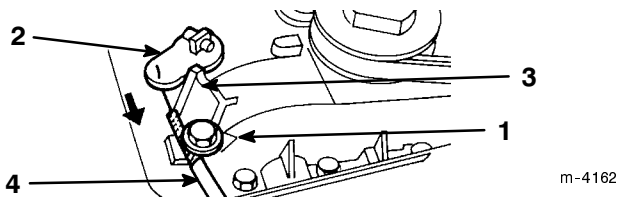

Figure 18
5. Desserrer la vis de serre-câble (Fig. 18).
6. Tirer le bras de changement de vitesse vers la droite jusqu'à ce qu'il soit tout contre la butée du carter d'engrenages (Fig. 18).
7. Tirer le câble vers la droite à travers le serre-câble pour qu'il n'y ait pas de mou (Fig. 18).